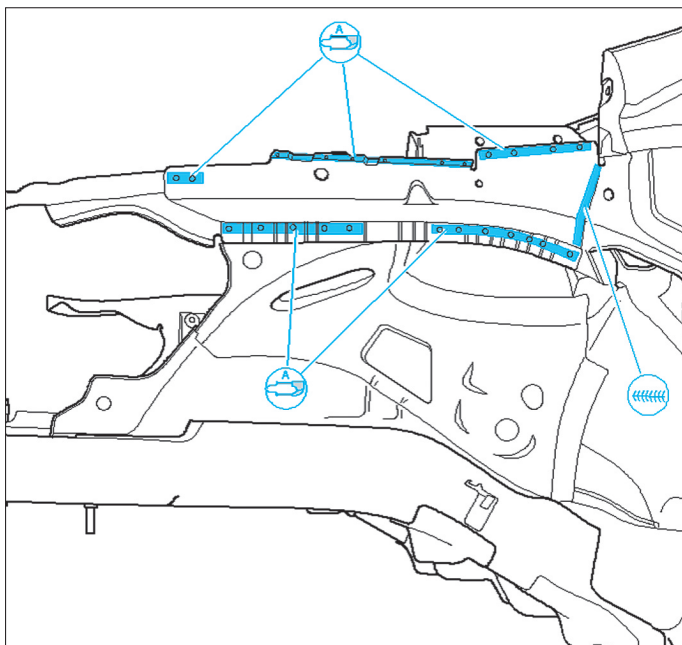

FIG. 20
- Souder par points l'insert de support moteur droit (Fig.20).